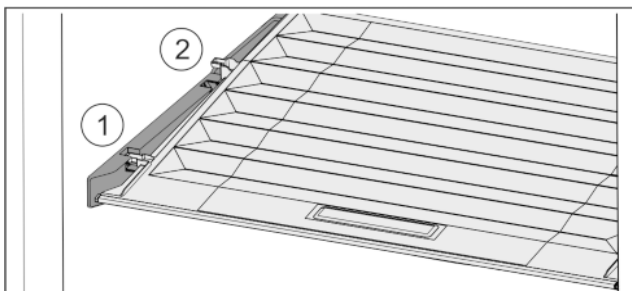

Fig. 32
- ▶ Pokrov povlecite naprej Fig. 32 (1) do odprtine v držalnih delih.
- ▶ Zadaj ga od spodaj dvignite in odstranite Fig. 32 (2) navzgor.